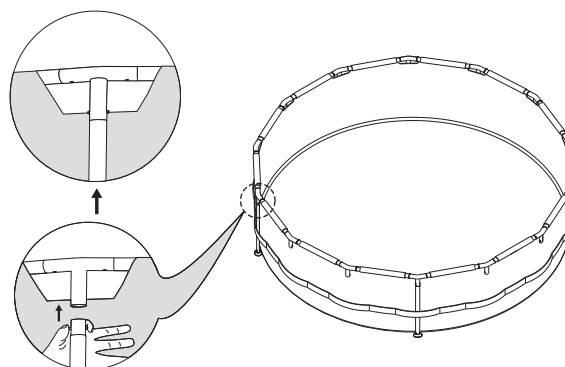

Figure 9
14. Regardez à travers l'orifice en bas du raccord en T lorsque vous insérez la jambe ③ avec le pied ⑥, tournez-la jusqu'à ce que le bouton s'aligne sur les trous et en sorte, verrouillant ainsi la jambe (voir la Figure 9). Procédez ainsi pour toutes les jambes.